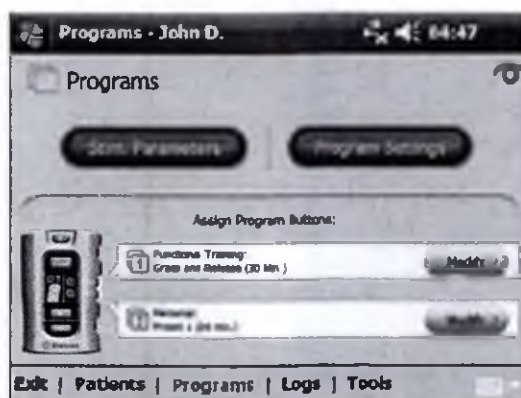

Рис. 8-31 Меню Программы
1. Из меню Programs, нажмите кнопку  Edit. См. рисунок 8-31.